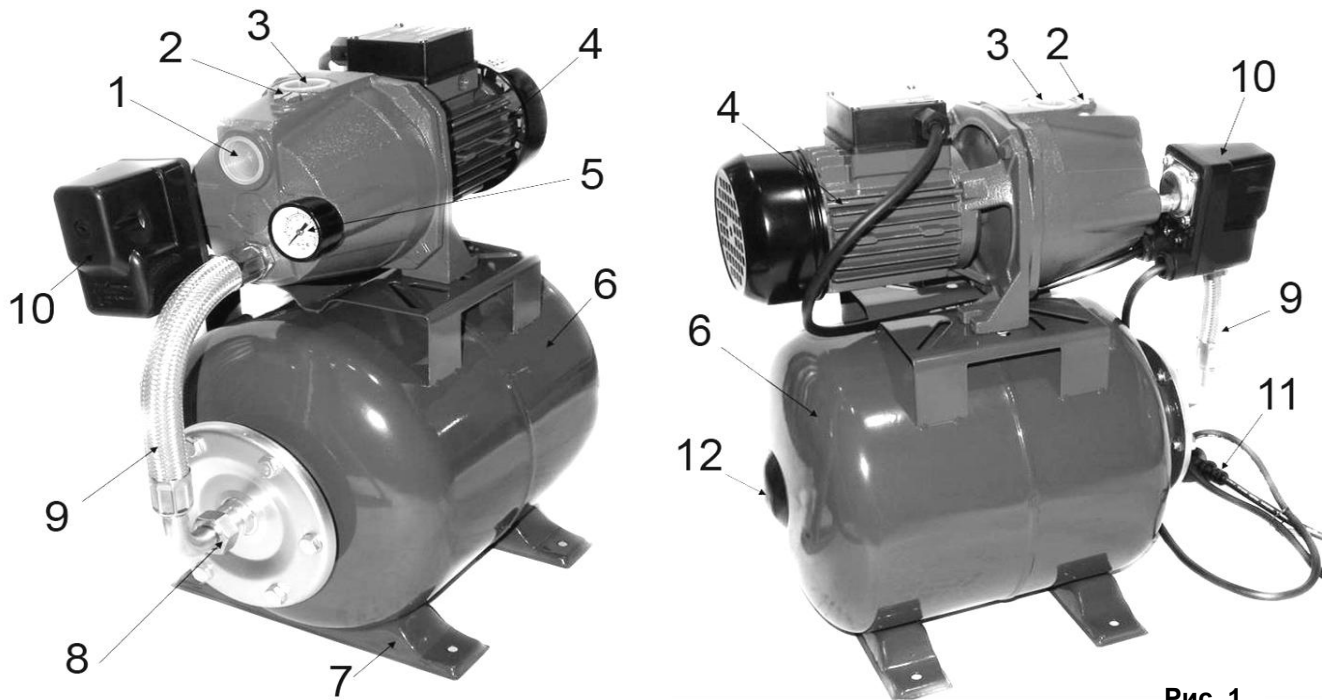

Рис. 1
- Электронасос состоит из насосной части и электродвигателя (4) (См. Рис.1), который крепятся на переходном фланце. Насосная часть - это корпус из чугуна и рабочее колесо.
- Электродвигатель (4) - асинхронный, закрытого типа с наружной вентиляцией. На электродвигателе установлена распределительная коробка, в которой находятся конденсатор и клеммные колодки для соединения электродвигателя с кабелем электропитания.
- Гидроаккумулятор (6) предназначен для аккумулирования воды под давлением и сглаживания гидроударов. Состоит из резервуара со сменной резиновой мембраной и имеет пневмоклапан для закачки воздуха.
- Реле давления (10) служит для автоматического включения и выключения насоса в зависимости от давления воды в системе.
- Манометр (5) предназначен для визуального контроля давления в системе.
- После прекращения отбора воды потребителями, давление воды в системе растет до верхнего предела настройки реле давления (10).
- Реле давления (10) автоматически выключает насос.
- В отверстия напорного и, соответственно, всасывающего патрубка (3) и (1) (См. Рис.1; 2) установите штуцера или другие соединительные элементы водопроводной системы (в комплект поставки не входят), обеспечив герметичность соединения.
- Перед запуском насосной станции необходимо убедиться в наличии давления (1,5 - 2 бар) в ресивере (6)(См. Рис.1).
- Выкрутите пробку заливного отверстия (2)(См. Рис.1).
- Закрутите заливную пробку (2)(См. Рис.1).